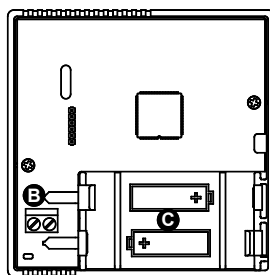
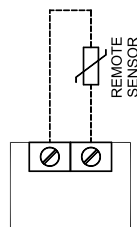

Fig. 6
Fig. 7
In alternativa alla sonda interna è possibile collegare una sonda remota al connettore 'REMOTE SENSOR', indicato con **B** in Fig. 6 ed impostare questo parametro su '**Ext**': in questo modo si disabilita la sonda interna e si abilita quella remota. Assicurarsi di usare il giusto tipo di sonda remota, e rispettare la lunghezza massima dei fili ammessa.
4 - Inserire correttamente le batterie (rispettando la corretta polarità) nel vano batterie (C di Fig. 6), non usare pile scariche, usare pile alcaline.
- Eseguire il collegamento elettrico dell'eventuale sonda remota utilizzando il connettore 'REMOTE SENSOR' (B di Fig. 6), seguendo lo schema di collegamento di Fig. 7, quindi impostare correttamente il parametro P09. Leggere il paragrafo 'CONFIGURAZIONE INSTALLATORE'.